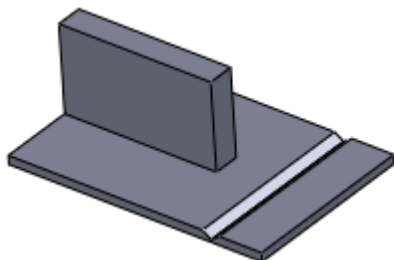

图 14-32 要添加焊缝的装配体
(1) 打开装配体文件“连接板.sldasm”。装配体如图 14-32 所示。